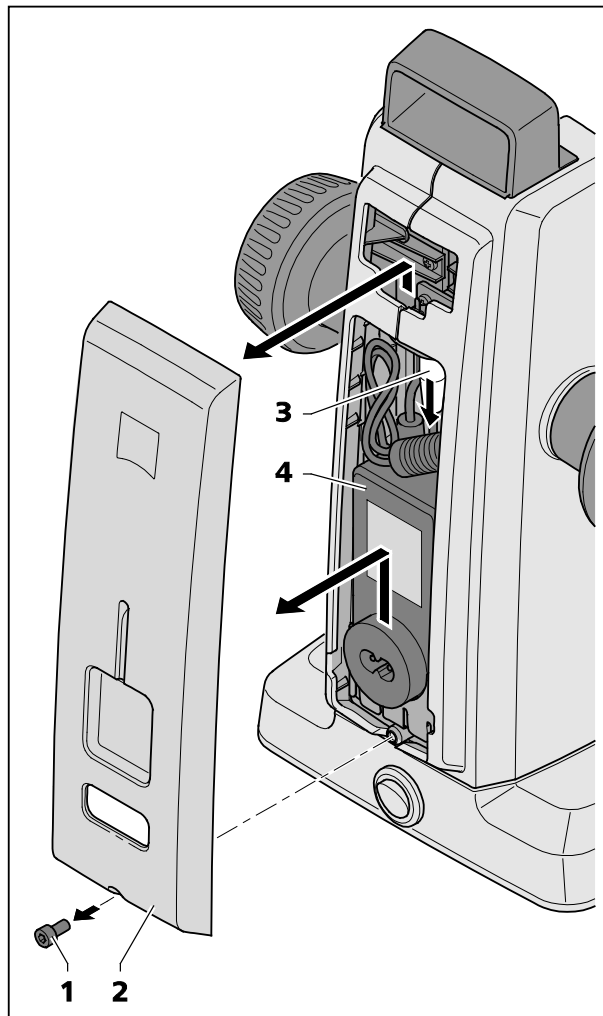

図 27 電源装置の交換
- 六角棒レンチを使用して、ハウジングカバー下側のボルト（図 27/1）を外します。
- ハウジングカバー（図 27/2）下部を少し外して持ち上げます。
- コネクター（図 27/3）を外し、故障した電源装置（図 27/4）を取り外します。